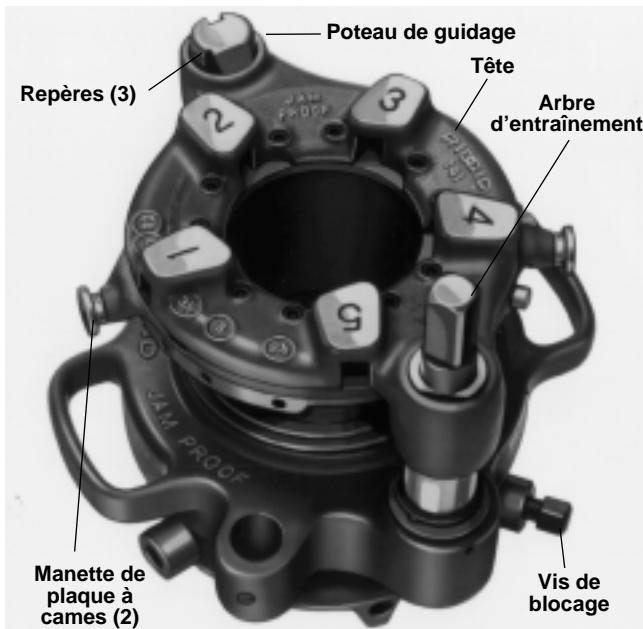

Figure 13 – Fileteuse démultipliée N° 141 avec arbre d'entraînement vers le haut (idem fileteuse N° 161)
2. Tirez sur les manettes de la plaque à cames (*Figure 13*), puis tournez la plaque à cames jusqu'au repère
Tenez le porte-pièce et tournez soit le carré de l'arbre d'entraînement ou le boîtier d'engrenages à la main jusqu'aux repères correspondants du poteau de guidage (Figure 13).
2. Tirez sur les manettes (Figure 13) et tournez la plaque à cames jusqu'au repère CD qui se trouve en partie haute de la tête de filière.
8. Serrez la vis de blocage du porte-pièce (*Figure 13*) à l'aide de la clé à douille.
- Engagez la douille carrée de l'arbre d'entraînement universel n° 840 sur le carré de l'arbre d'entraînement de la fileteuse et serrez les deux (2) vis de blocage.
141 et 161 – Appuyez sur la pédale de commande et ramenez la fileteuse d'un ou deux tours. Tirez sur les manettes (*Figure 13*), puis tournez la plaque à cames aussi loin que possible en direction du repère CD de la tête afin de désengager les filières.
141 et 161 – Desserrez la vis de blocage des mâchoires (*Figure 13*) et tournez le porte-pièce à la position OPEN (ouverte). Retirez la fileteuse.